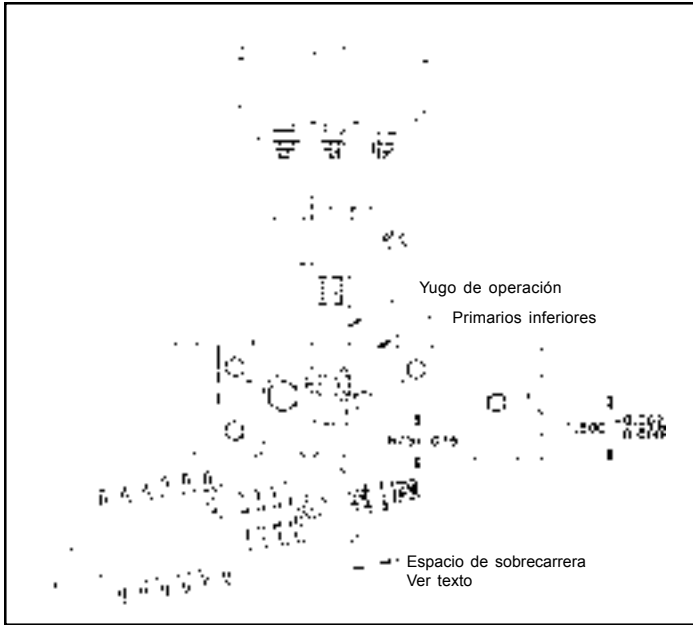

Figura 2. Ajustes del yugo de operación
- b. Con los contactos cerrados en un interruptor al vacío nuevo, el pie del pasador que conecta las manivelas del yugo de las campanas debe estar en 1.500” + + 0.06” – 0.000” por arriba del tope de las barras más bajas de desconexión primarias. Veá Figura 2.
- d. Tal como se explicó en el mecanismo de operación, cuando el interruptor esta abierto un espacio existirá entre el yugo del resorte de carga del contacto y la tuerca en la varilla de empuje. Figura 2. Con un interruptor al vacío nuevo este espacio deberá estar por el orden de media pulgada. A medida que los contactos se erosionan el espacio se reducirá hasta un punto de 1/8”.
(3) Valores de la resistencia primaria
- h. Destornille y retire el yugo de operación en el lado más bajo del interruptor (Figura 2).